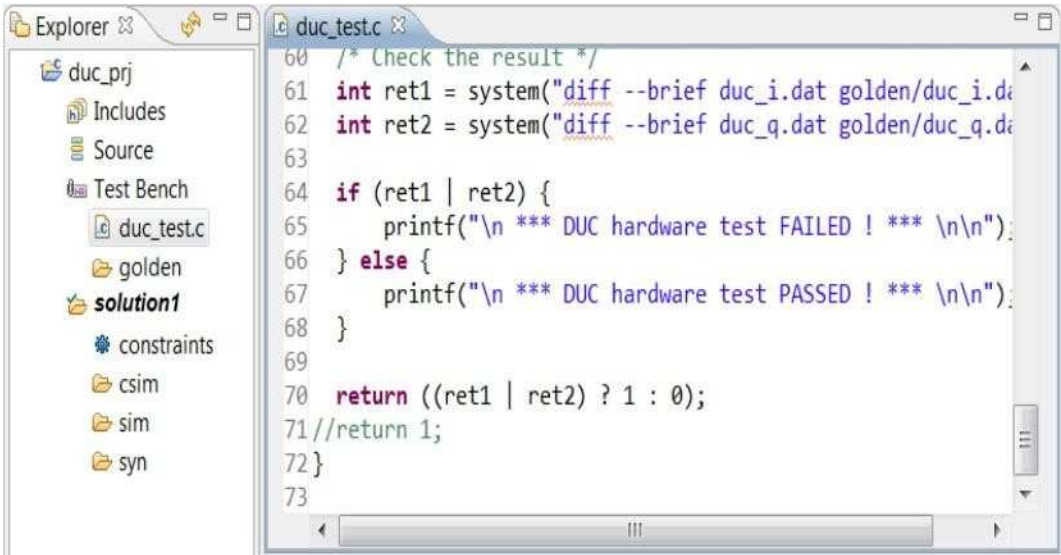

图 8-6:RTL 测试台
- 1.在 Explorer 窗格中展开 *Test Bench* 文件夹(图 8-6)。